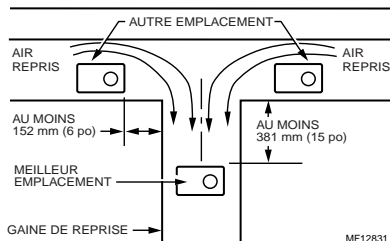

Fig. 2. Choix d'un emplacement pour le régulateur.
Si le régulateur doit être installé près d'un coude, il faut le placer à au moins 152 mm (6 po) en amont de ce coude pour qu'il soit exposé à l'écoulement d'air normal (Fig. 2).
1. Placer le régulateur à au moins 203 mm (8 po) en amont de l'humidificateur dans la gaine de reprise. Voir la Fig. 2.